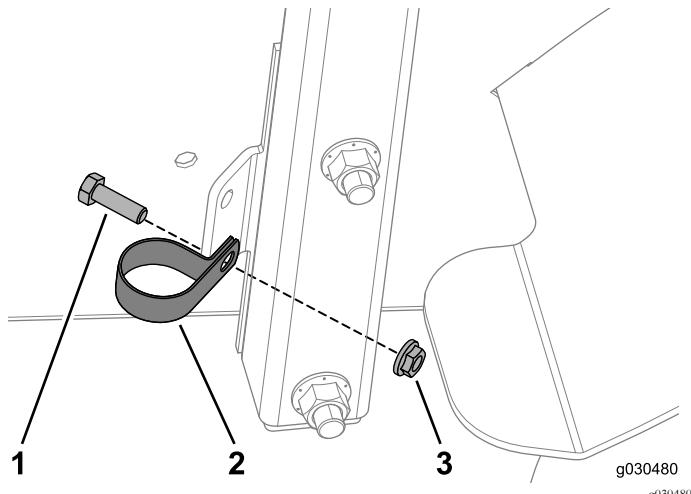

Figura 44
- Fixe um grampo em R ao suporte do acessório utilizando o parafuso (5/16 pol. x 3/4 pol.) e a porca flangeada no lado direito da máquina (Figura 44).